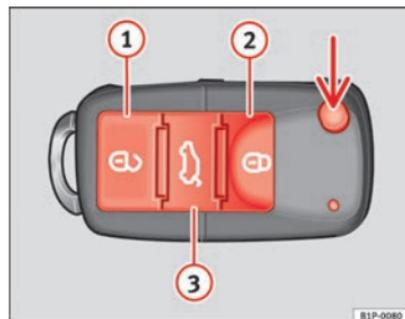

Fig. 62 Teclas de la llave con mando a distancia
Con la tecla  fig. 62 (flecha) del mando, se desbloquea el paletón de la llave.
Desbloqueo del vehículo  => fig. 62 ①.
Bloqueo del vehículo  => fig. 62 ②.
Desbloqueo del portón trasero. Pulse la tecla  => fig. 62 ③ hasta que todos los intermitentes del vehículo parpadeen brevemente. Al pulsar la tecla de desbloqueo  ③, dispone de 2 minutos para abrir el portón. Una vez transcurrido este tiempo se bloqueará de nuevo.
Además, el testigo de la pila de la llave => fig. 62, parpadea.
Pulsando una vez la tecla  => fig. 62 ①, se abrirá sólo la puerta del conductor, permaneciendo el resto cerradas. ▶
Pulsando dos veces la tecla  ⇒ fig. 62 , se desbloquearán todas las puertas.
- Pulse la tecla  ⇒ fig. 62 del mando a distancia.